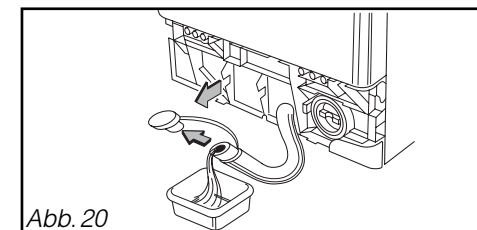

Abb. 20
– Wenn Ihr Gerät mit einem Entleerungsschlauch ausgestattet ist, diesen heraus holen und den Stopfen vom Sockel lösen (Abb. 20).
– Den Stopfen am Schlauchende öffnen und das Wasser in den Behälter laufen lassen (Abb. 20).